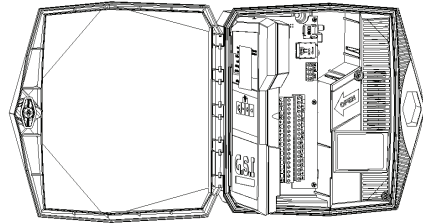

Figura 2: Painel de controle voltado para fora
2. Gire para fora o painel de controle (Figura 2).